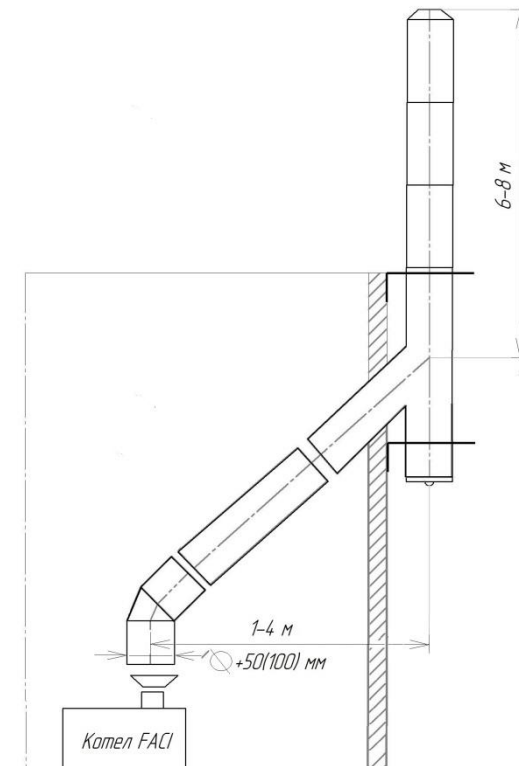

Рис. 26
2.7.8 Горизонтальный участок 45° длина 1-4 м. Вертикальный участок 6-8 метров с расширением трубы 5-100 мм. (Расширение начинается с момента поворота) (см рис. 26).